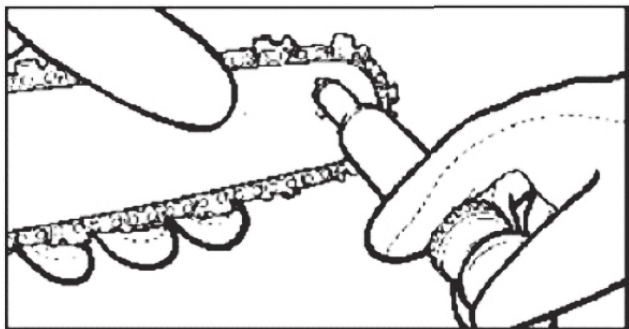

Fig.6
3. A graxa deve ser injetada até atingir a borda externa da ponta da roda dentada usando uma pistola de lubrificação descartável; coloque o bico da agulha no orifício de lubrificação. (Fig. 6).